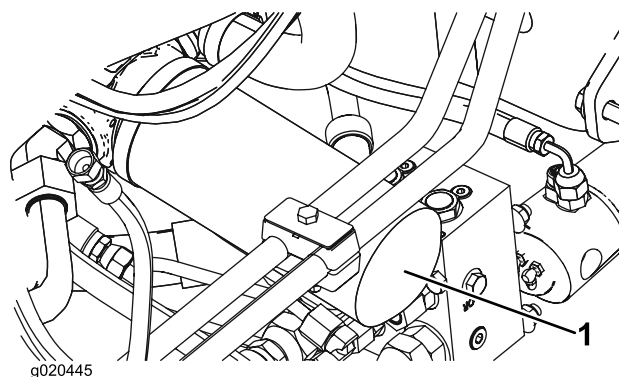

Figura 99
2. Pulite le superfici circostanti il filtro. Collocate una bacinella di spurgo sotto il filtro e togliete il filtro (Figura 99).